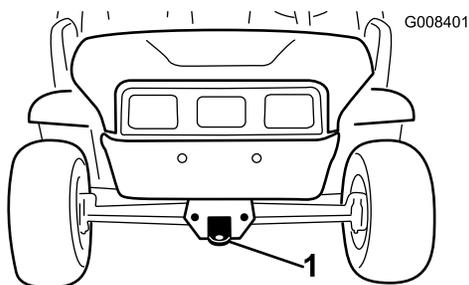
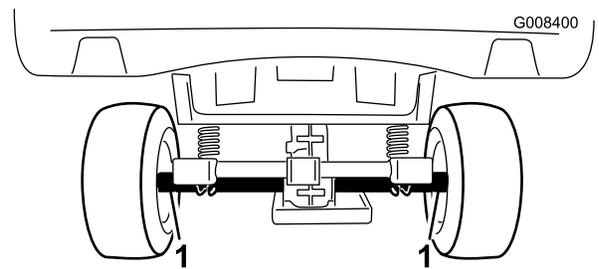

Figure 20
Figure 21
Chargez la machine sur une remorque pour la déplacer sur une longue distance. Arrimez solidement la machine sur la remorque. L'emplacement des points d'attache est indiqué à la Figure 20 et la Figure 21.
2. Accrochez un câble de remorquage à la flèche d'attelage à l'avant du châssis de la machine (Figure 20).